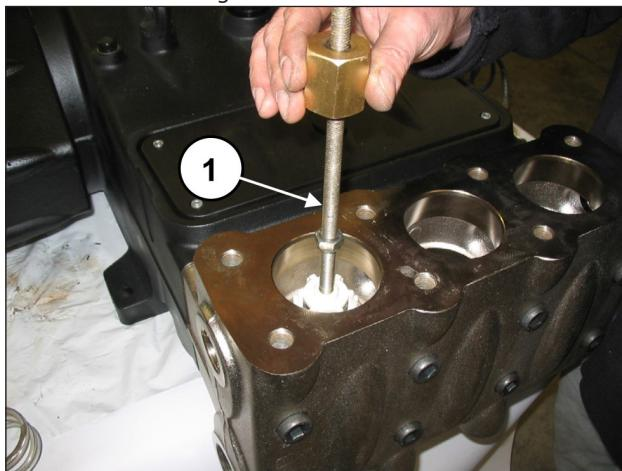

Abb. 92
Entfernen Sie die Druckventilgruppe mithilfe eines Abziehers mit Schlagwerk (Art. 27516400) an der Bohrung M10 der Ventilführung (Pos. ①, Abb. 92) oder, zusätzlich, eines eventuellen Adapters M10-M16 (Art. 25089700) am Gewinde M16 der Ventilführung.